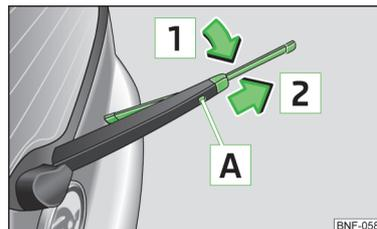

Fig. 124
- Soulevez le bras d'essuie-glace de la lunette arrière et renversez le balai d'essuie-glace légèrement en direction du bras d'essuie-glace, flèche **1** » fig. 124.